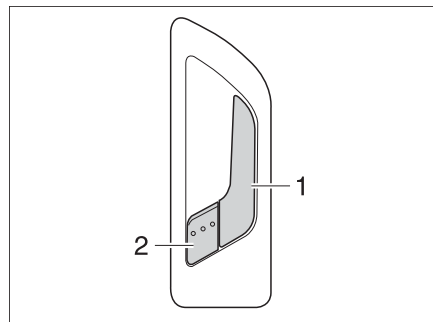

Bild 43 Türschloss Eingangstür, innen
- Am Griff (Bild 43,1) ziehen. Das Türschloss wird entriegelt. Der Sicherungshebel (Bild 43,2) springt automatisch heraus.
- Den Sicherungshebel (Bild 43,2) drücken.